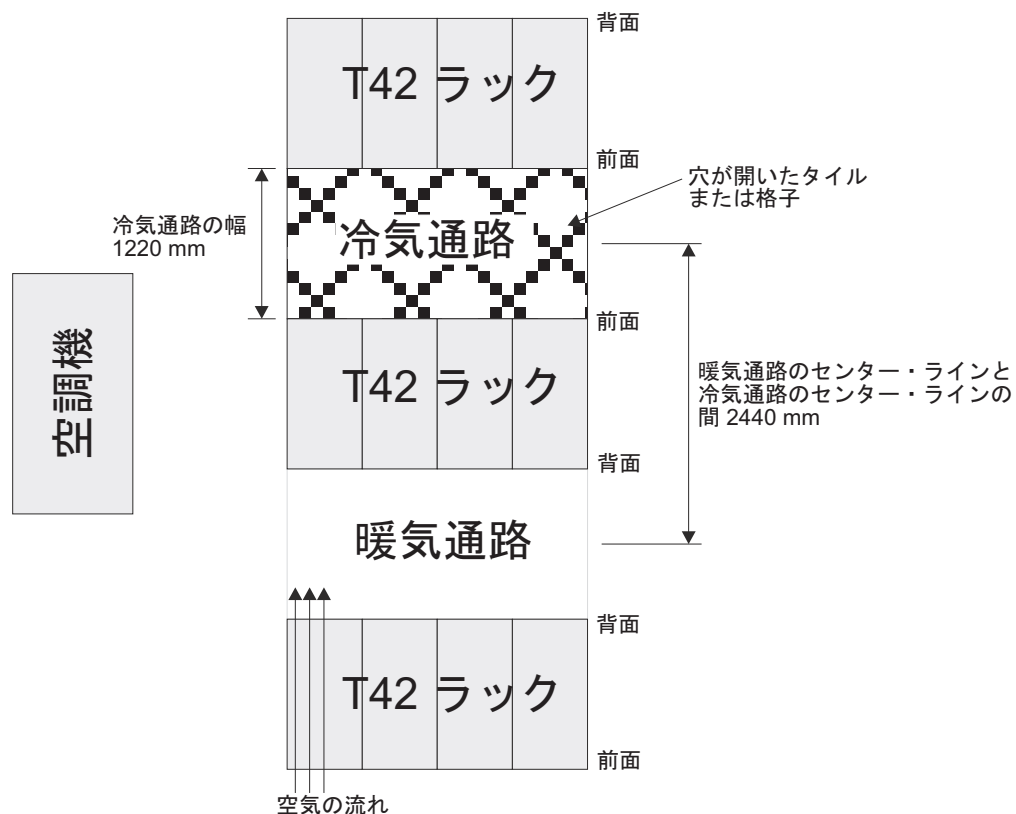

図 10. 冷氣通路/暖気通路ラック構成の例
- 空気がラックの前面から入り、背面から出るようにします。ラックから出る空気が、別の装置のインテーク（空気取り入れ口）に入らないようにするために、ラックを、背面と背面および前面と前面を合わせるようにして交互の列に配置する必要があります。この配置方法は**冷氣通路**と**暖気通路**と呼ばれ、23 ページの図 10 にその図を示しました。